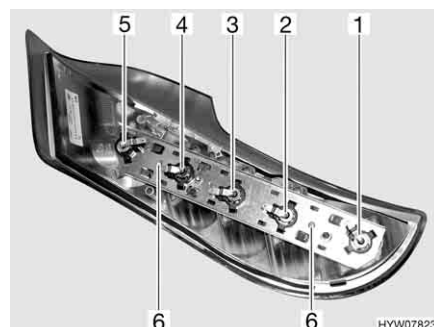

Fig. 118 Luci posteriori (lato posteriore)
- Svitare le due viti Torx (Fig. 118,6) del listello di supporto poste sul lato posteriore dell'involucro.